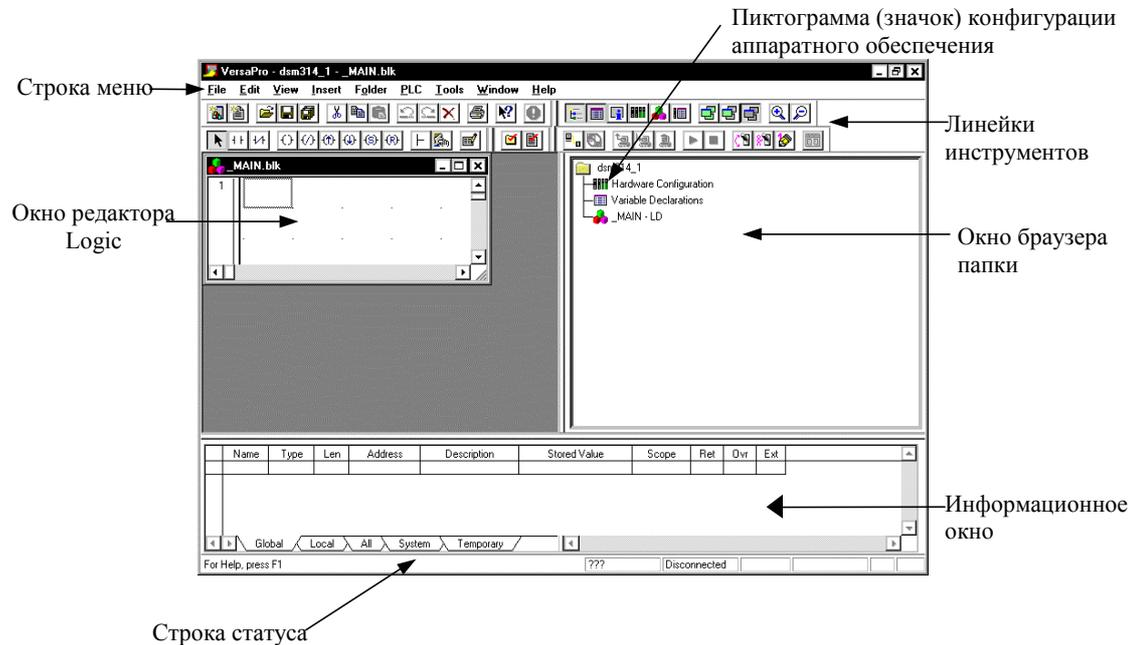

Рис. 15-4. Главное окно Ladder-схемы (LD) VersaPro
- Прежде чем создавать файл, проверьте установки рабочего места, действующие по умолчанию, чтобы убедиться, что Series 90-30 является ПЛК по умолчанию. Для этого щелкните пункт Tools (Инструменты) в меню (см. рис. 15-4), затем щелкните пункт Options (Опции). Появится диалоговое окно Options, как показано ниже: